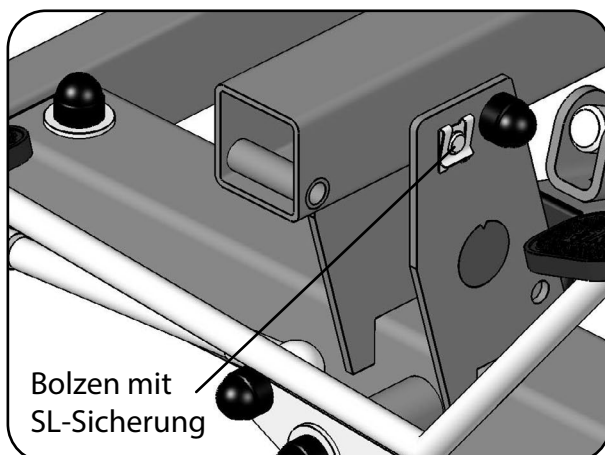

Abb.13.2.04 - Standmastaufnahme
- Arretieren Sie den Standmast abschließend mit dem Bolzen und der SL-Sicherung an der Standmastaufnahme (Abb.13.2.04).